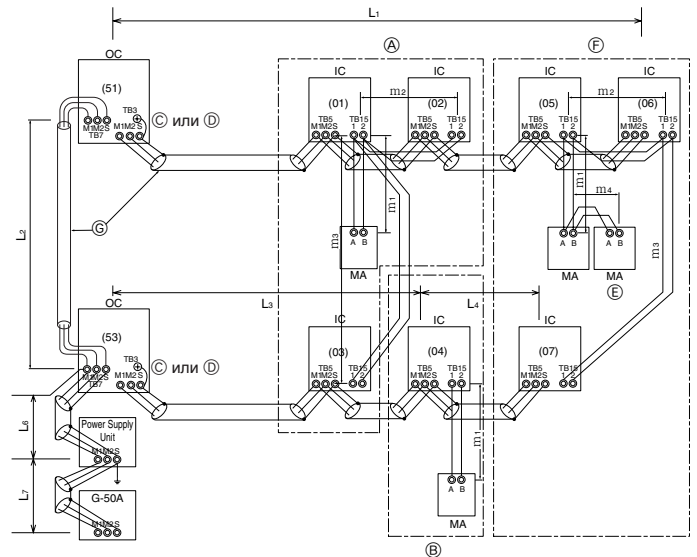

Fig. 6-3
- Контроллер ДУ "MA" (Fig. 6-3)